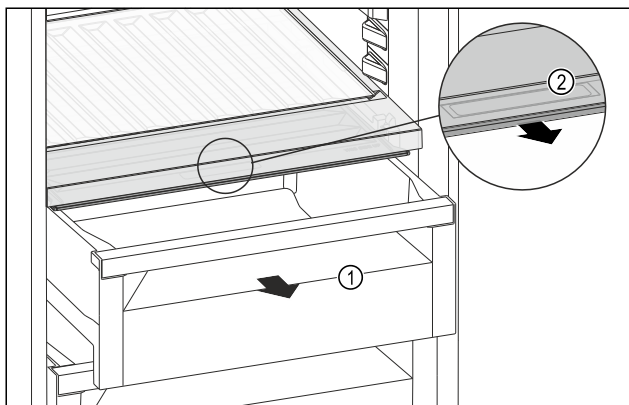

Fig. 162
- ▶ Извлеките выдвижной ящик Fig. 162 (1).
- ▶ Возьмитесь за утопленную ручку Fig. 162 (2) на крышке отделения и одновременно потяните крышку отделения вперед.